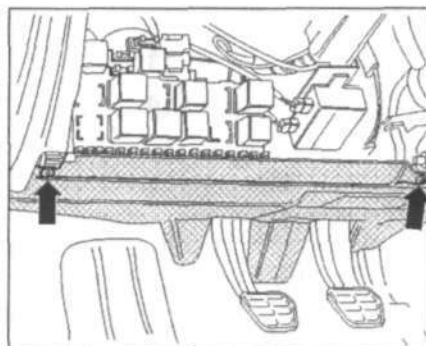

Рис. 10.4. Снимите крышку в пространстве для ног водителя (стрелки).
6. Снимите крышку в пространстве для ног водителя (стрелки) (рис. 10.4).